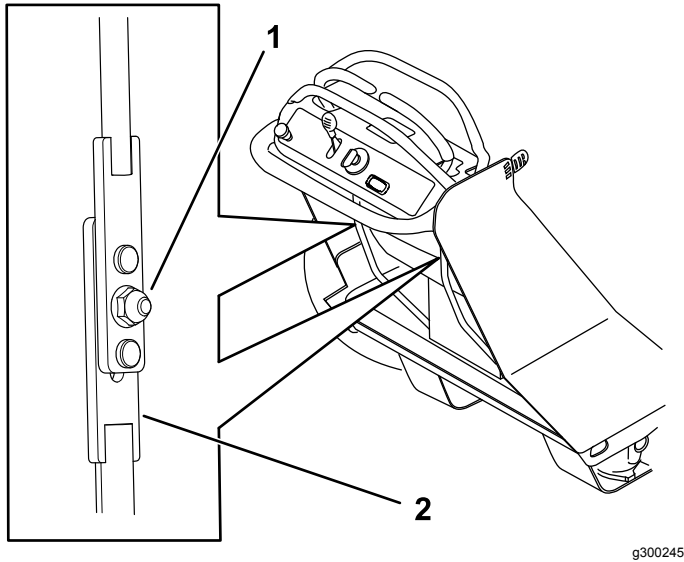

Figura 45
4. Afloje la tuerca del conjunto de la varilla de control (Figura 45).
6. Para encontrar la posición de punto muerto, mueva la varilla de control inferior hacia arriba o hacia abajo hasta que el neumático deje de girar (Figura 45).
7. Apriete la tuerca (Figura 45).